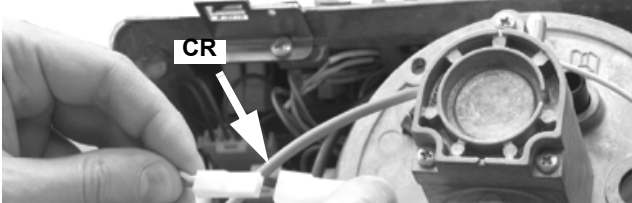

Fig. 64
- 3 Scollegare il cavo di accensione CA dal trasformatore di accensione (Fig. 64).